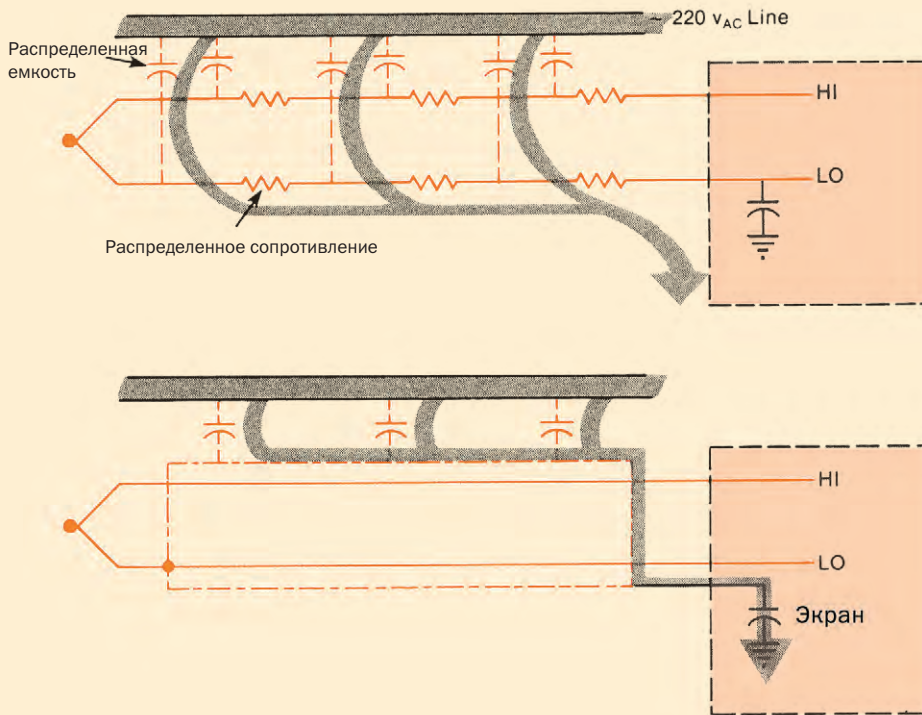

Рис. 16. Эффект экранирования термопар и соединительных проводов
3. Как можно шире использовать экранирование термопар и соединительных проводников (рис. 16) для борьбы с помехами общего вида, особенно если проводники проходят рядом с источниками наводок и помех, а также при измерениях в электропроводящих средах.